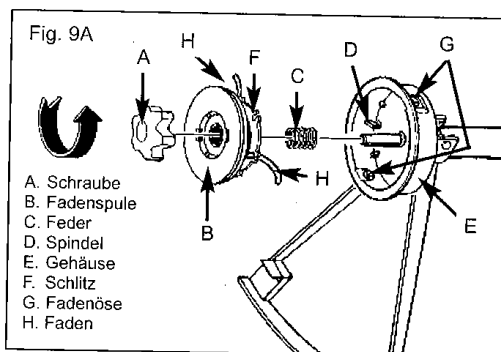
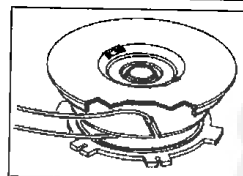

Fig. 9A
Fig. 9B
1. Entfernen Sie die Schraube (A) durch Drehen gegen den Uhrzeigersinn (Fig. 9A). Benutzen Sie ggf. einen Schraubenschlüssel.
2. Entfernen Sie die Fadenspule (B) und Feder (C) von der Spindel (D).
3. Entfernen Sie den verbleibenden Schneidfaden (H).
4. Legen Sie einen 14' (4,3 m) langen mit ,080" (2mm) Durchmesser Faden zusammen. Legen Sie das Schlaufenende in den Schlitz der Fadenspule ein (Fig. 9B).